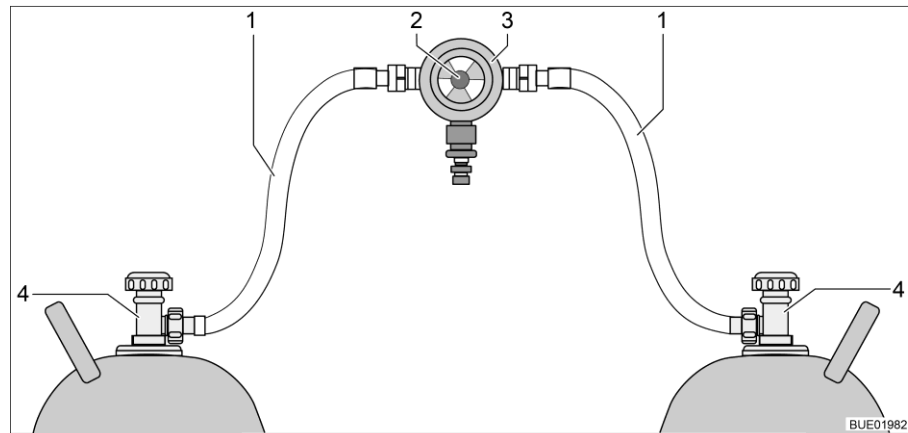
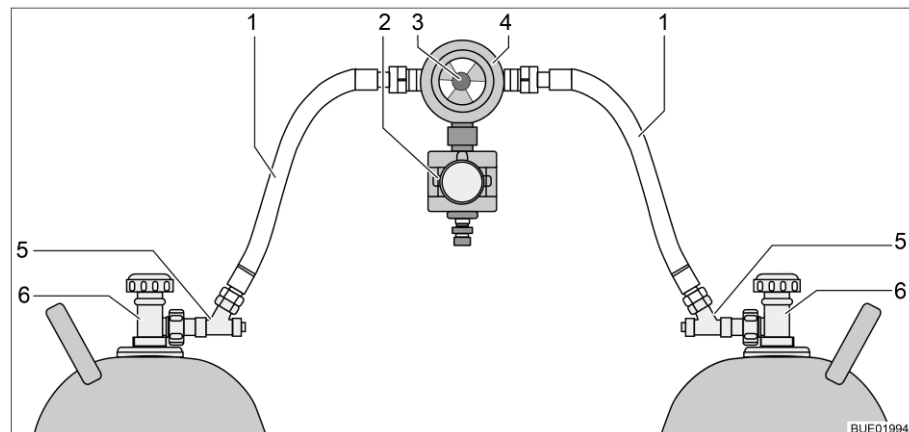

Bild 64 Omkopplingsenhet för gasflaskor
Bild 65 Omkopplingsenhet för gasflaskor med CPU
Omkopplingsenheten för gasflaskorna består av en kombinerad gastrycksregulator med omkopplingsventil och visning (Bild 64,3). Omkopplingsenheten för gasflaskor är monterad mellan de två gaslangarna (Bild 64,1).
Omkopplingsenheten för gasflaskorna består av en kombinerad gastrycksregulator med omkopplingsventil och visning (Bild 65,4) och en elektroventil (Bild 65,2). Elektroventilen spärrar vid kraftig bromsning, olycksfall eller kraftig lutning, av gastillförseln till fordonet. Omkopplingsenheten för gasflaskor är monterad mellan de två gaslangarna (Bild 65,1) med slangbrottsäkringar (Bild 65,5).
Med vredet (Bild 64,2 resp. Bild 65,3) på omkopplingsenheten, ställer du in vilken av gasflaskorna som ska användas som driftflaska och vilken gasflaska ska användas som reservflaska.
Med kontrollenheten (Bild 66) kan endast de elektriska funktionerna styras. Gasflaskornas huvudavstängningsventiler (Bild 64,4 resp. Bild 65,6) måste öppnas eller stängas för hand.
- Öppna huvudavstängningsventilerna på gasflaskorna (Bild 64,4 resp. Bild 65,6).
- Tryck in slangbrottssäkringarna (Bild 65,5) i 10 sekunder, efter varandra.
- Välj med vredet (Bild 64,2 resp. Bild 65,3) på omkopplingsenheten, gasflaskan som ska prioriteras (driftflaska).
- Stäng huvudavstängningsventilerna på gasflaskorna (Bild 64,4 resp. Bild 65,6).